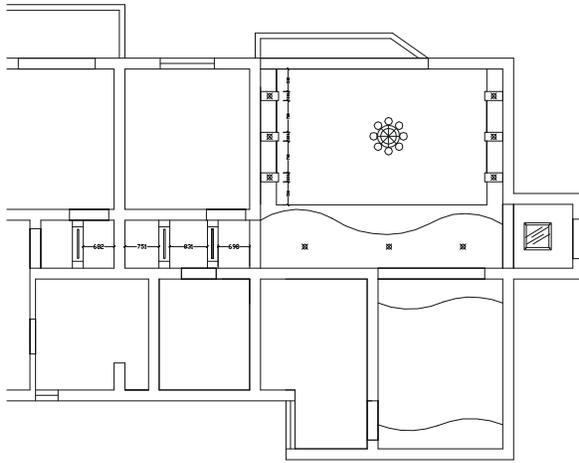

图 7-1-24
**STEP 03** 使用镜像命令 MIRROR 将上面镜像得到的曲线垂直镜像，并删除源对象，如图 7-1-24 所示，其具体操作步骤如下：